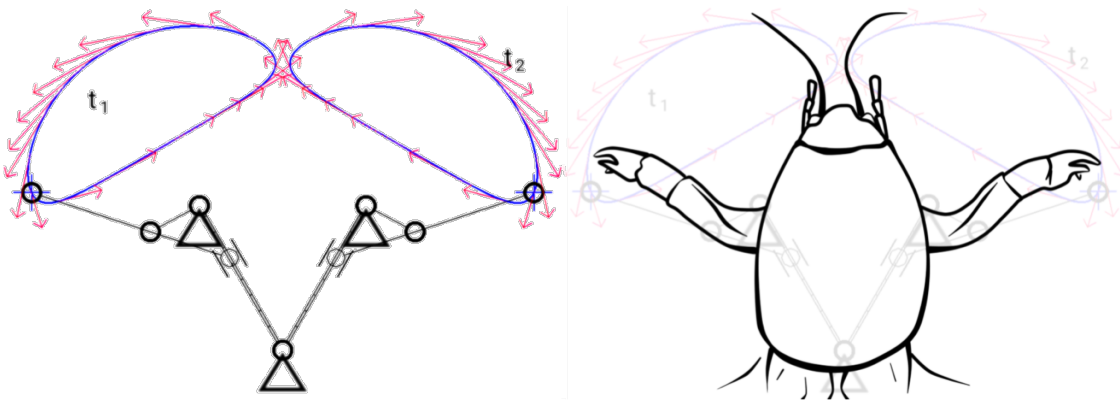

Figura 1: Mecanismos de Scott Russell modificados propuestos.
2. Uno de los proyectos en desarrollo bajo la línea de investigación de robótica bio-inspirada del Departamento de Ingeniería Electrónica, Mecatrónica y Biomédica de la Universidad del Valle de Guatemala, consiste en elaborar un par de extremidades robóticas capaces de excavar, inspiradas en las patas delanteras del grillo topo. El proyecto tiene como fin último el utilizarse en aplicaciones de búsqueda y rescate, para crisis humanitarias como las producidas por el deslizamiento de tierra del Cambray II en 2015 y la erupción del volcán de Fuego en 2018. En la primera fase del proyecto, desarrollada durante el año 2018 por el Ing. Julio Diéguez, se logró diseñar un par de mecanismos de Scott Russell modificados que recrearan las trayectorias realizadas por los efectores finales (garras) de las patas frontales del grillo topo, como se muestra en la Figura 1. Para garantizar una fuerza constante en las garras,